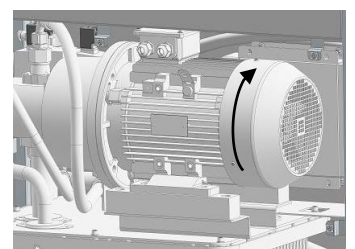

Fig. 20
- Abrir la cubierta frontal de la máquina. Comprobar el sentido de rotación del motor eléctrico activando el sistema hidráulico en el menú Funcionamiento manual (fig. 20). Si el sentido de rotación coincide con el sentido de la flecha, el motor puede volver a desconectarse.